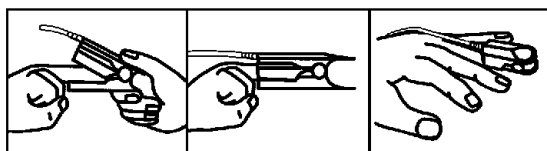

図1 パルスオキシメータセンサ
- ① 本体をドッキングステーションに装着する。
- ② 電源ケーブルをドッキングステーションに接続する。
- ③ 電源ケーブルをコンセントに接続する。
- ④ 電源ボタンを押して電源をONにする。
- ⑤ センサ又はケーブルを本体に接続する。
- ⑥ センサを患者に装着する。（図1、2参照）
- ⑦ 必要に応じ、センサとケーブルを接続する。
- ⑧ アラーム表示、システム故障を示す表示がないことを確認する。
- ⑨ ディスプレイ上に測定値が連続的に表示される。
- ⑩ モニタリングが終了したら、センサを患者から外す。
- ⑪ 電源ボタンを押して電源をOFFにする。